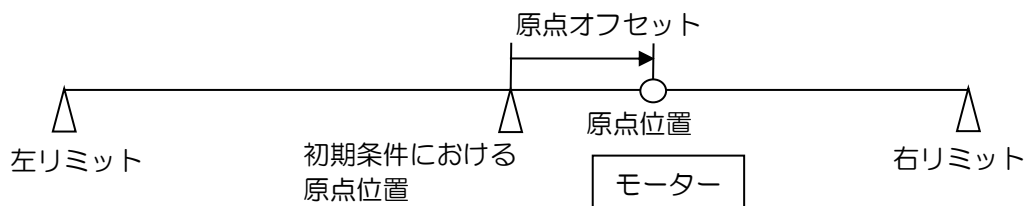

図 5.6.2
この方法は、上記の原点復帰モード (1) と (2) にのみ適用できます。「ホームオフセット」をゼロ以外の値に設定すると、元の状態のホームポジションからある距離だけオフセットされます。図 5.6.2 に示すように、この新しい位置が座標の原点として取られ、モーターはこの新しいホーム位置に移動します。左右の条件が「なし」でない場合、ドライバーは、元の条件で見つかった原点位置を距離だけオフセットした位置を新しいホームポジションとして使用します。「ホームオフセット」が正の場合、座標原点は元の状態の原点位置の右側になります。「ホームオフセット」が負の場合、原点は元の状態の原点位置の左側になります。